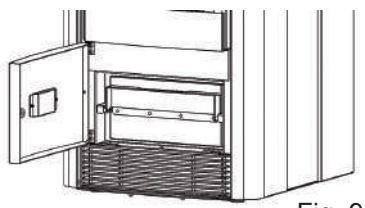

Fig. 9
- Riposizionare il tappo, i dadi ed il cassetto raccogli-cenere, facendo attenzione a chiuderlo correttamente sollevando la maniglia per riportarla alla posizione di partenza. (Fig. 9)